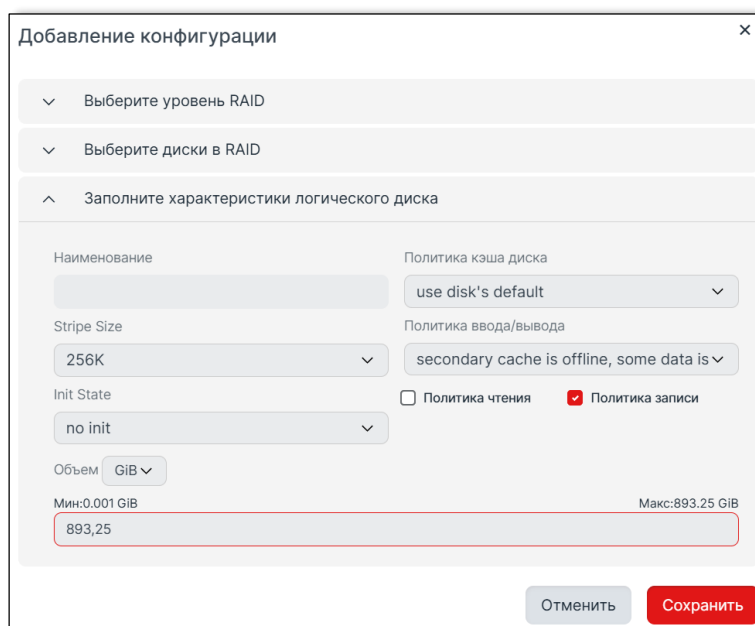

Рисунок 39. Заполнение характеристик логического диска в массиве
4. Заполните характеристики логического диска (Рисунок 39).